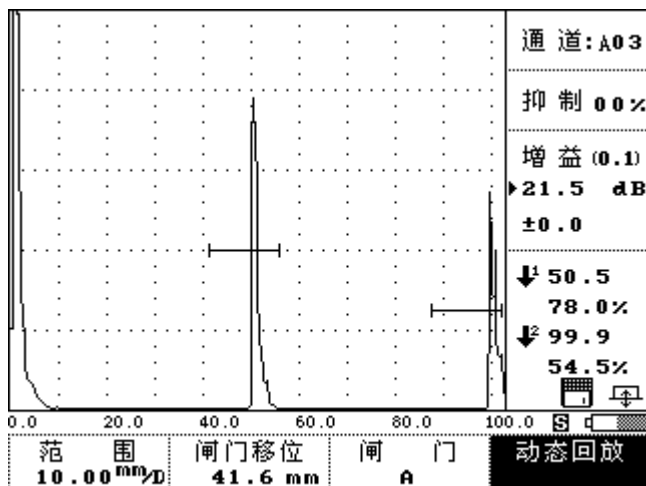

图 4-5-2
- ① 按 **闸门** 键或转动旋钮到 **扫查** 栏单击旋钮进入检测状态后，再按与动态回放栏相对应的 **△** 键或转动旋钮到 **动态回放** 栏单击旋钮，仪器滚出提示输入信息；如图 4-5-2 所示